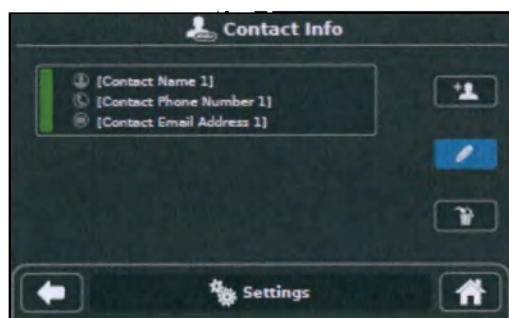

Рисунок 34 — Редактирование КОНТАКТНОЙ ИНФОРМАЦИИ
3. На экране «КОНТАКТНАЯ ИНФОРМАЦИЯ» касанием выберите контактную информацию, которую нужно отредактировать (рисунок 34).